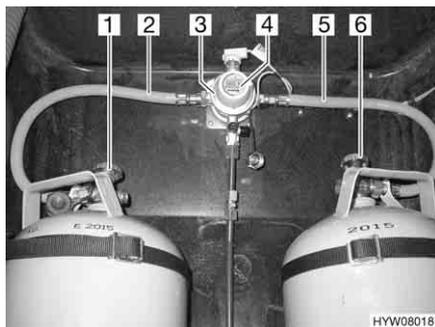
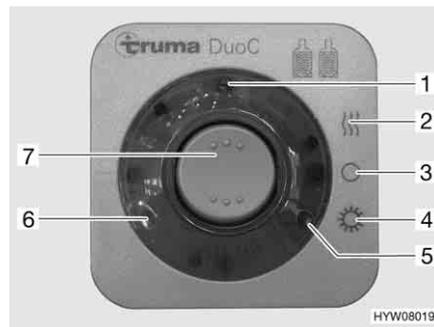

Fig. 103 Instalación de conmutación DuoControl
Fig. 104 Unidad de mando
La instalación de conmutación DuoControl se compone de una válvula selectoradora (Fig. 103,3) y la unidad de mando (Fig. 104). La válvula selectoradora está montada entre las gomas del gas (Fig. 103,2 y 5). Con el botón giratorio (Fig. 103,4) en la válvula selectoradora se puede determinar cuál de las bombonas de gas se utilizará como bombona de servicio y cuál bombona de gas como bombona de reserva.
En la unidad de mando (Fig. 104) únicamente pueden conmutarse las funciones eléctricas. Las llaves de paso principales de las bombonas de gas (Fig. 103,1 y 6) deben abrirse a mano.
La válvula selectoradora garantiza una presión de gas constante independientemente de cuál sea la bombona de gas que suministre el gas. Las dos luces de control en la unidad de mando indican el nivel de llenado de la bombona de servicio. Al estar encendida la luz de control verde (Fig. 104,6), estará llena la bombona de servicio. Al estar encendida la luz de control roja (Fig. 104,5), estará vacía la bombona de servicio. Entonces, el suministro de gas se realizará a través de la bombona de reserva.
- Abrir las llaves de paso principales en las bombonas de gas (Fig. 103,1 y 6).
- Con el botón giratorio (Fig. 103,4) en la válvula selectoradora (Fig. 103,3), seleccionar la bombona de gas de la que habrá de tomarse el gas principalmente (bombona de servicio). Girar el botón giratorio siempre hasta el tope.
- Conectar la instalación de conmutación DuoControl en la unidad de mando (Fig. 104). Para ello, ajustar el interruptor basculante (Fig. 104,7) en modo de invierno "On y calentar" (Fig. 104,2) o en modo de verano "On" (Fig. 104,4). Ahora, estará purgada de aire la válvula selectoradora. La luz de control amarilla (Fig. 104,1) estará encendida al haber seleccionado el modo de invierno y estando conectado el deshelador de regulador.
- Poner el interruptor basculante (Fig. 104,7) en "O" (Fig. 104,3). La luz de control amarilla (Fig. 104,1) se apaga.
- Cerrar las llaves de paso principales en las bombonas de gas (Fig. 103,1 y 6).
Indicación a distancia Las luces de control en la unidad de mando (Fig. 104,5 y 6) señalizan en el interior del vehículo si la bombona de servicio está dispuesta para el funcionamiento.
En caso de que luz de control verde (Fig. 104,6) se apague durante el servicio y se encienda la luz de control roja (Fig. 104,5), estará vacía la bombona de gas seleccionada como bombona de servicio y deberá ser cambiada. La bombona de reserva seguirá suministrando gas a los consumidores de gas.